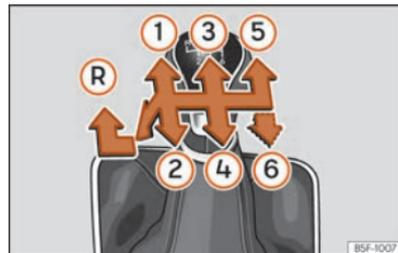

Fig. 87 Esquema de un cambio manual de 5 marchas o bien de 6 marchas.
En la palanca de cambios se indican las posiciones de las marchas »» fig. 87.
- Con la palanca de cambios en punto muerto, presiónela hacia abajo, muévala a la izquierda hasta el final y después hacia delante para seleccionar la marcha atrás »» fig. 87 (R).